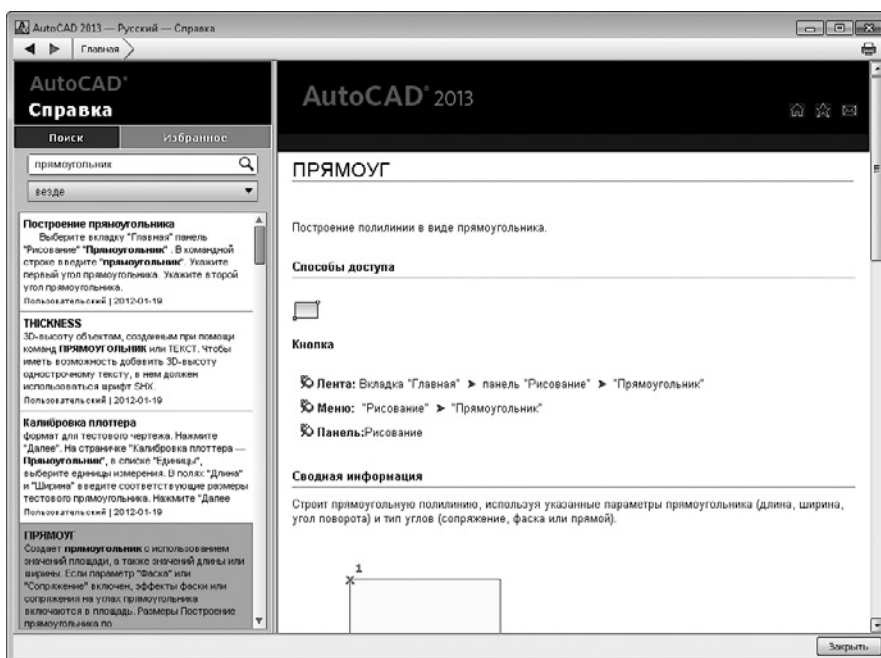

Рис. 1.37. Окно справки с описанием команды ПРЯМОУГ
2. Прокрутите левую часть окна и щелкните на ссылке **ПРЯМОУГ**. В окне отобразится выбранная тема (рис. 1.37). Здесь вы можете детально ознакомиться с методами построения прямоугольников из полилинии.